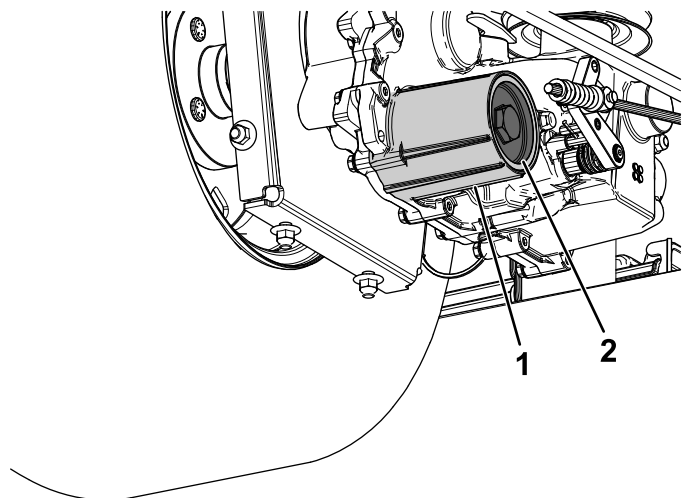

Рисунок 67
- Снимите крышку фильтра гидравлической жидкости с коробки передач, чтобы слить рабочую жидкость (Рисунок 67).